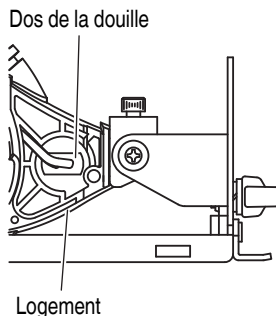

Fig. 19
- (2) Appuyez sur le dos de la douille et retirer la douille et l'ampoule en même temps du logement (Fig. 19).